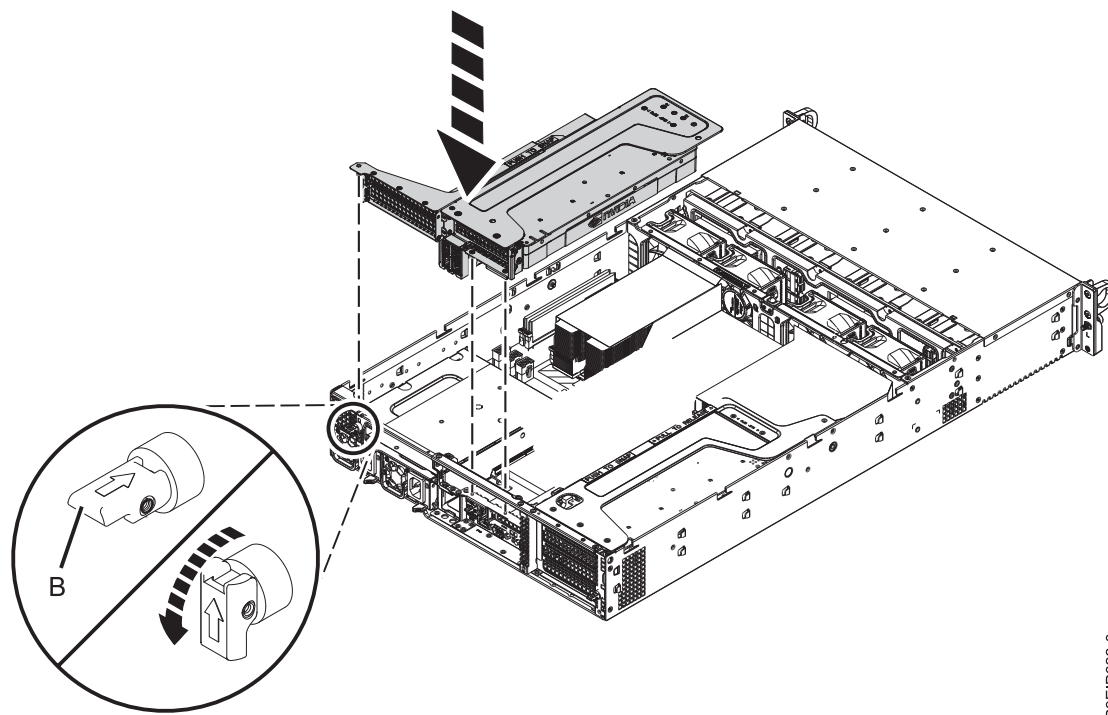

Figure 30. Remplacement du connecteur de bus PCIe
7. Remplacez le connecteur de bus PCIe comme illustré dans la figure 30.